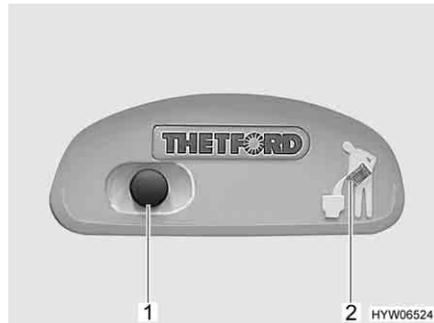
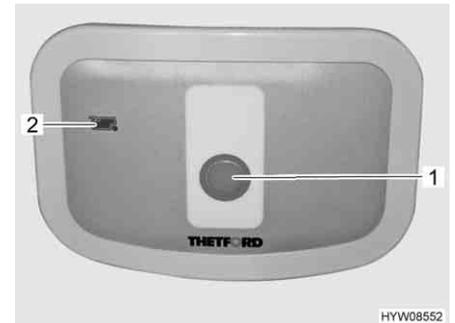

Fig. 242 Pulsante dello sciacquone/spia di controllo toilette Thetford
Fig. 243 Pulsante dello sciacquone/spia di controllo toilette Thetford (alternativa)
- Per sciacquare premere il pulsante blu (Fig. 242,1 o Fig. 243,1).
La spia di controllo (Fig. 242,2 o Fig. 243,2) è accesa quando il serbatoio fecale deve essere svuotato.